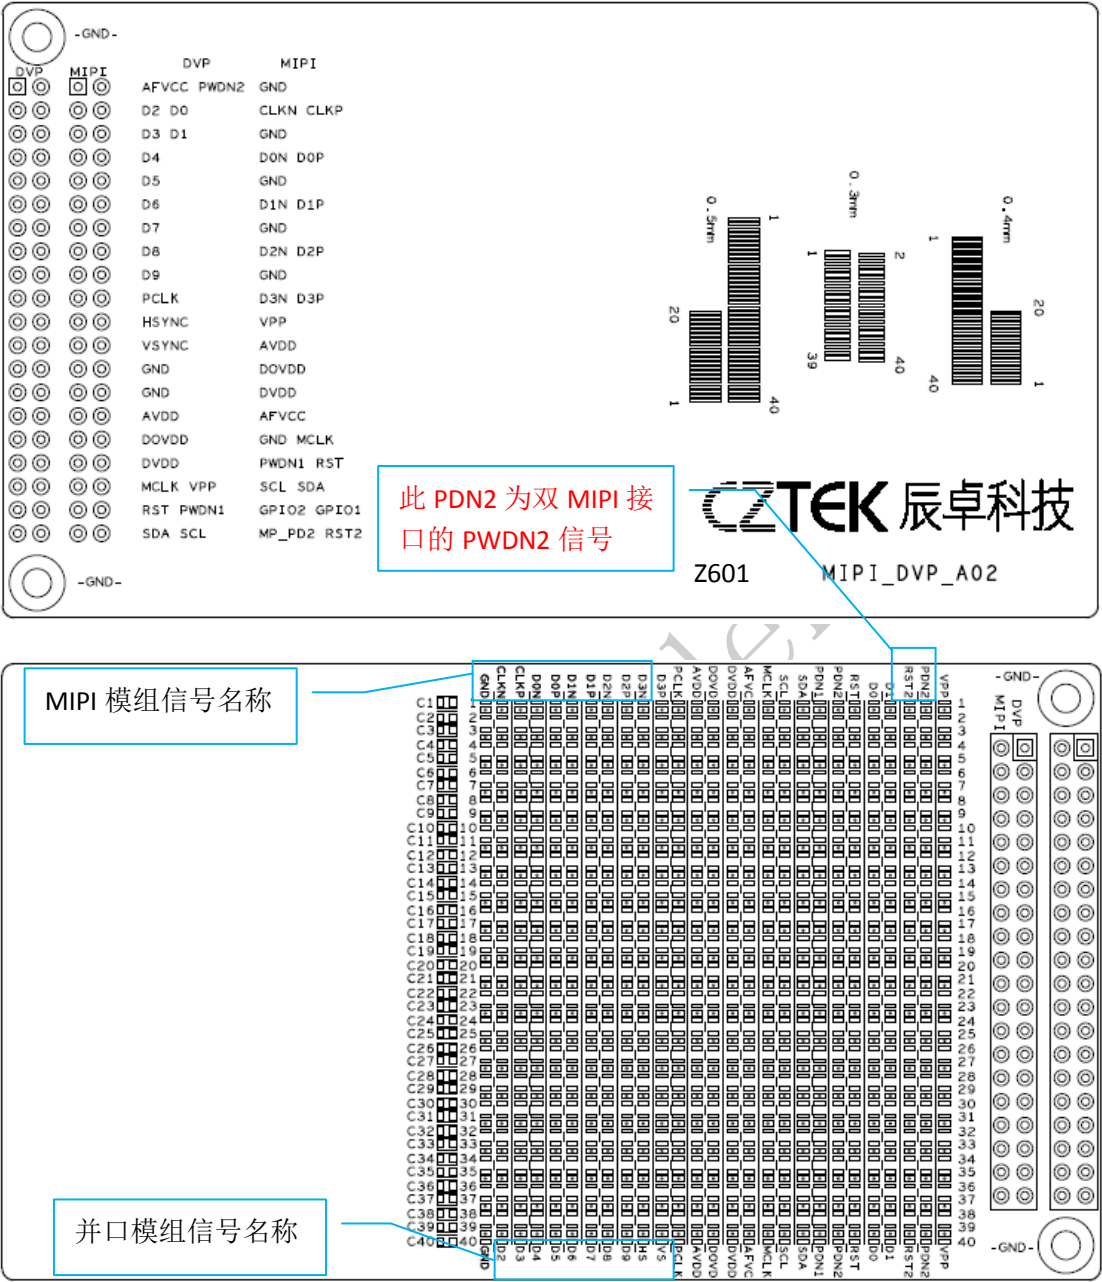

图 6-2 MIPI\_DVP 万能板
- ◆ 图 6.2 所示的 PWDN2 为双 MIPI 接口的 PWDN2 信号，正常情况不建议使用，如果有双 MIPI 模组建议使用辰卓科技编号为 Z607 的 MIPI+MIPI 万能板。